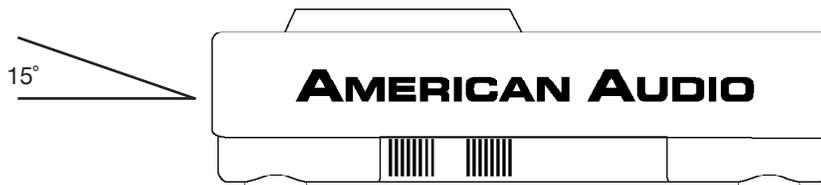

Figura 1
- El reproductor funciona normalmente cuando la unidad principal se monta de modo que el panel frontal quede con no más de 15 grados de inclinación vertical. Si la unidad queda excesivamente inclinada, los discos no llegarán a cargarse o retirarse en la forma correcta. (Figura 1)